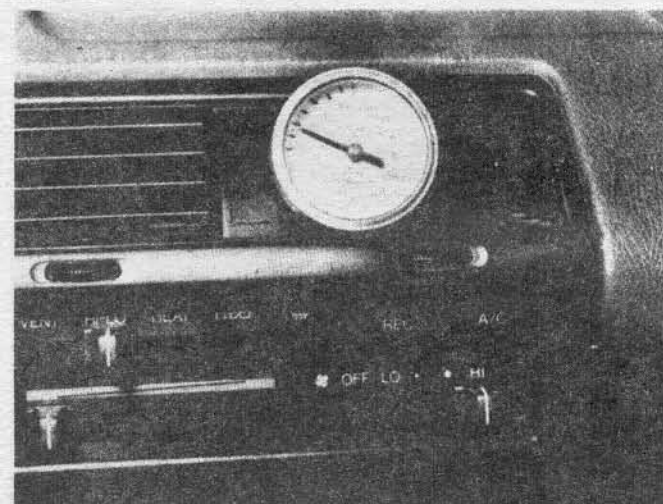

Рис. 13.9 Размещение термометра на решетке вентиляции.
9. Установите термометр в центр решетки протока воздуха (см. рис. 13.9) и добавляйте хладагент до тех пор, пока температура показываемая термометром, не станет около 5-8 градусов по Цельсию.